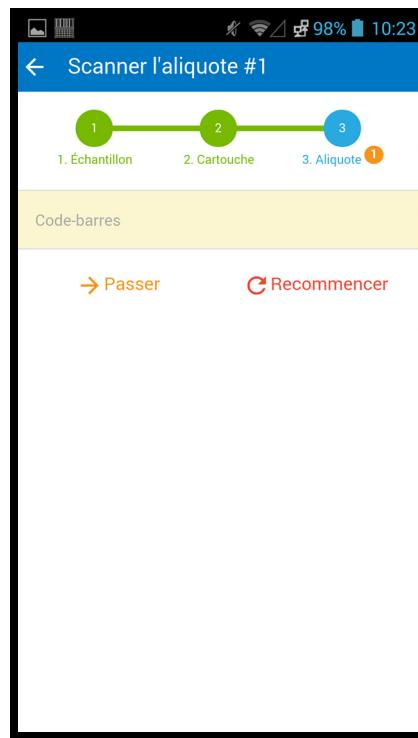

Figure 5-109. Écran Cepheid Link de lecture d'aliquote
- En cas de besoin de lecture d'aliquotes, l'écran Lire l'aliquote s'affiche (voir la Figure 5-109).
6. **(Facultatif)** Si l'échantillon nécessite la lecture d'une aliquote, l'écran Lire l'aliquote s'affiche (voir la Figure 5-109).